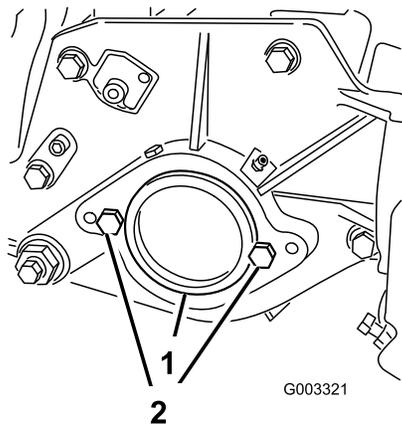

図 16
2. カuttingユニット右側のベアリング・ハウジングについているプラスチック製のプラグを外す (図 16)。
3. 右側サイドプレートからキャップスクリュー2本を取り外す (図 16)。
5. カuttingユニットの左側サイド・プレートに、リール・モータ取り付け用のキャップスクリュー2本を仮止めする (図 16)。